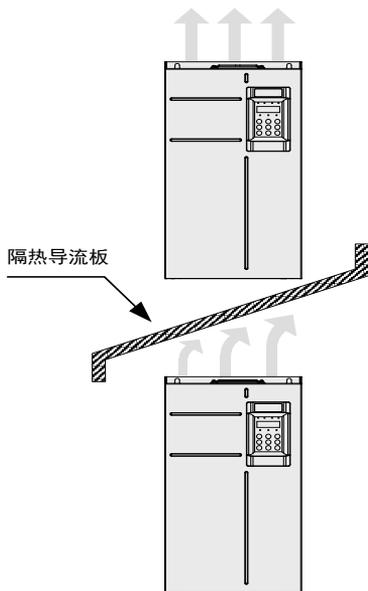

图 2-3 上下排安装要求
- 请垂直向上安装变频器，便于热量向上散发。若柜内有多台变频器时，请并排安装。在需上下安装的场合，请参考图 2-3，安装隔热导流板；